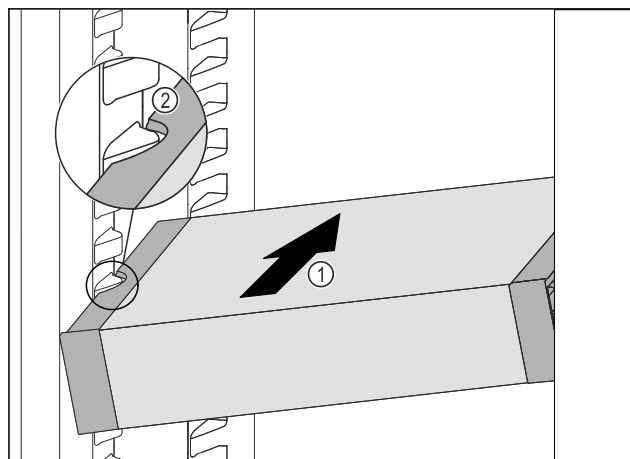

Fig. 106
- VarioSafe schuin in het koelgedeelte schuiven Fig. 106 (1), tot de uitsparingen aan de zijkant Fig. 106 (2) van de VarioSafe op de hoogte van de rib in het koelgedeelte zitten.